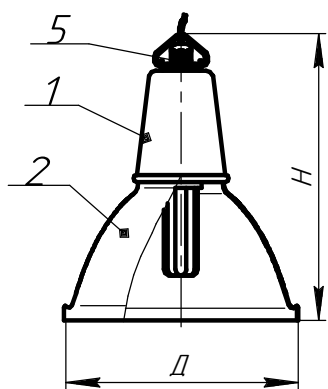

Рисунок 1
6.2 Светильники модификаций ФСП17-105, 250-002 (См. рисунок 1 приложение А)
остальное см. рисунок 1,